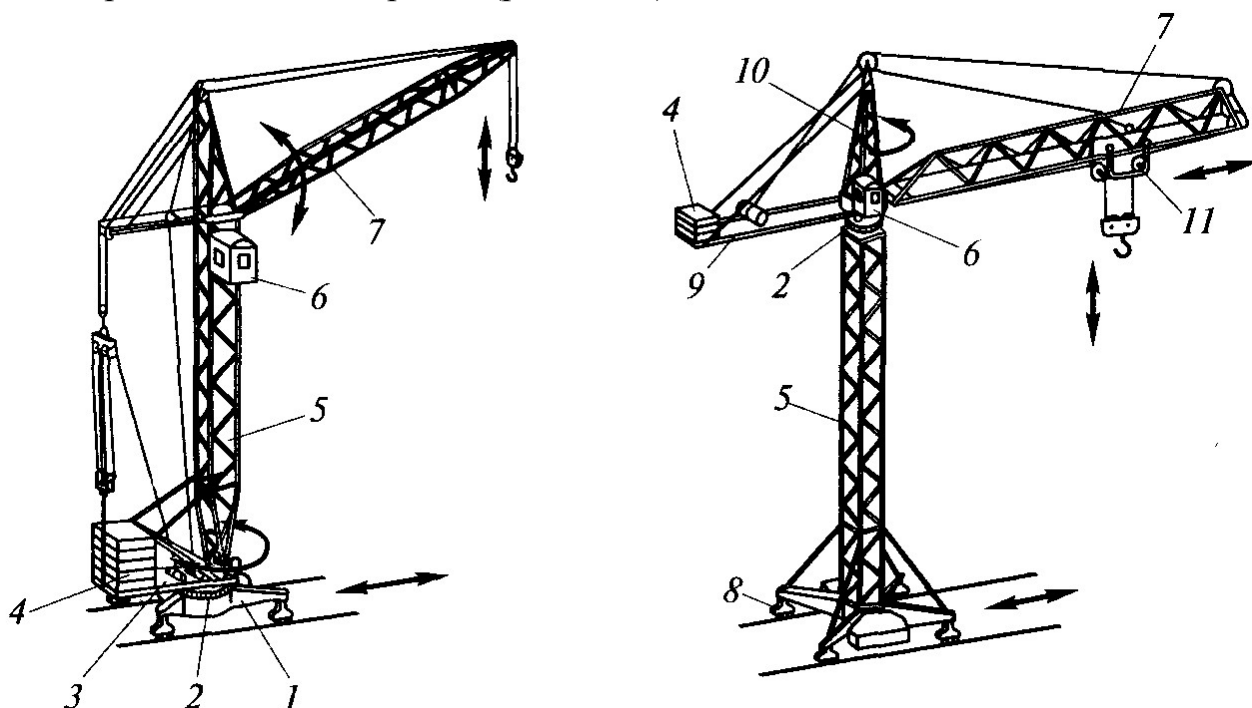

Рис. 2.7. Башенные краны:
Башенные краны (рис. 2.7) различаются по конструкции, типу стрел, способу установки.
- кран с поворотной башней (рис. 2.7, а);
- кран с неповоротной башней (рис. 2.7, б).
- кран с подъемной стрелой (рис. 2.7, а);
- кран с балочной стрелой (рис. 2.7, б).
- кран передвижной (см. рис. 2.7, а, б).